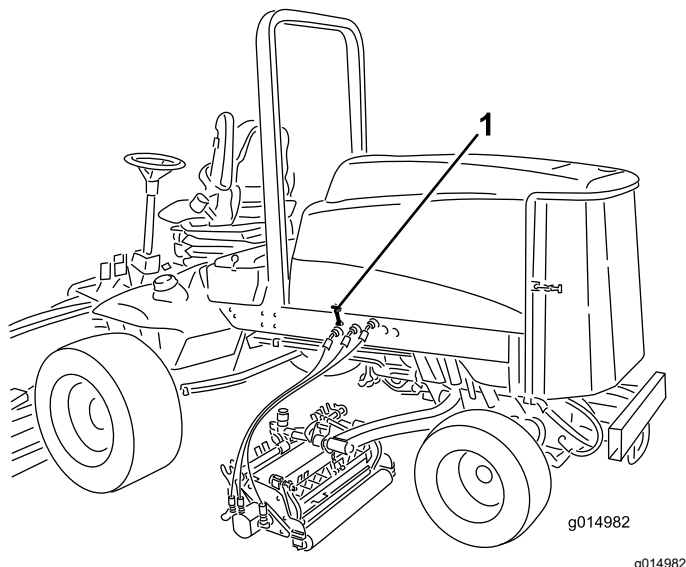

Bild 63
1. Lösen Sie die Haubenriegel (Bild 63) und schwenken die Haube nach oben.